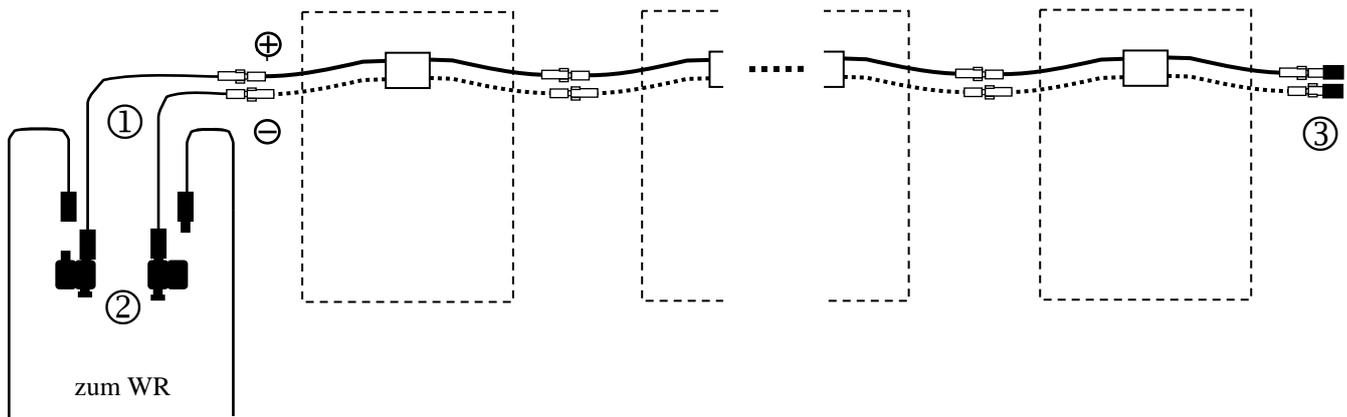

Abbildung 12: Prinzipzeichnung WR Anschluss LINKE Dachseite: (Vorderansicht)
Anders verhält sich der Übergang wenn sich der Anschluss zum WR auf der *linken* Dachseite befindet. Aufgrund der Steckeranordnung zur Parallelverschaltung ist die Stecker/Buchsen Anordnung am Modul auf dieser Seite genau umgekehrt. Zusätzlich zum Adapterkabel (1), das den Übergang zum MC Stecksystem herstellt, müssen hier also die MC Adapterstecker (2) verwendet werden (Abbildung 12). Diese erzeugen einen Übergang Stecker-Stecker bzw. Buchse-Buchse zum polungsrichtigen Anschluss der MC Stringkabel. Diese Adapterstecker dürfen also NUR an dieser Stelle und genau der Anweisung in diesem Handbuch folgend eingesetzt werden. Der Einsatz an anderer Stelle hat den verpoltten Anschluss des WR zur Folge und kann zur Zerstörung des Gerätes führen! Genauso zwingend aber müssen die Adapter für den WR Anschluss auf der linken Dachseite eingesetzt werden, da die alleinige Verwendung der Adapter-Kabel hier einen falsch gepoltten WR